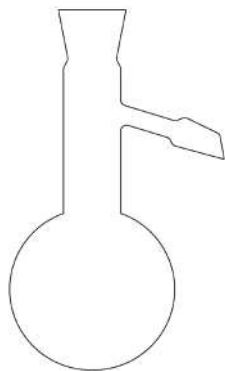

Рис. 25. Колба Аншютца
9. **Колба Аншютца** (рис. 25) — вариант колбы Вюрца, круглая колба с саблевидной отводной трубкой. Применяется при перегонке быстро затвердевающих веществ.